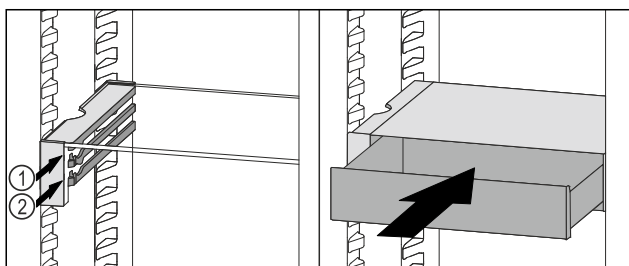

Fig. 149
- Placera VarioSafe-lådan bakom stoppklackarna på önskad list Fig. 149 (1) eller Fig. 149 (2).